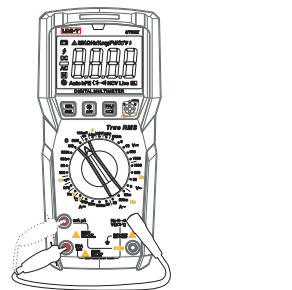

图5b
- 利用电阻6MΩ测量功能档可自检内置630mA和20A保险丝。具体操作见(图5b)将红色表笔尖分别插入630mA和20A输入端口测量阻值，如果两者保险丝熔断显示屏则显示OL。